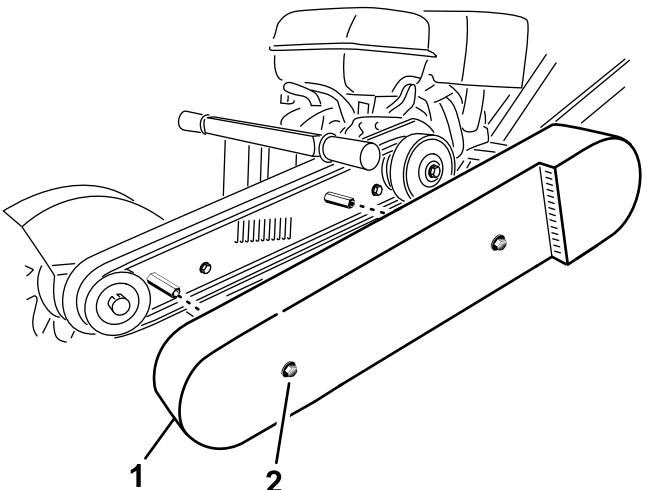

Bild 24
3. Lösen Sie die zwei Schrauben, mit denen die Riemenschutzvorrichtung an der Maschine befestigt ist, bis Sie die Riemenschutzvorrichtung abnehmen können (Bild 24).
1. Riemenschutzvorrichtung 2. Schraube und Scheibe (2)
4. Nehmen Sie die Riemenschutzvorrichtung ab (Bild 24).
4. Nehmen Sie die Riemschutzvorrichtung ab (Bild 24).